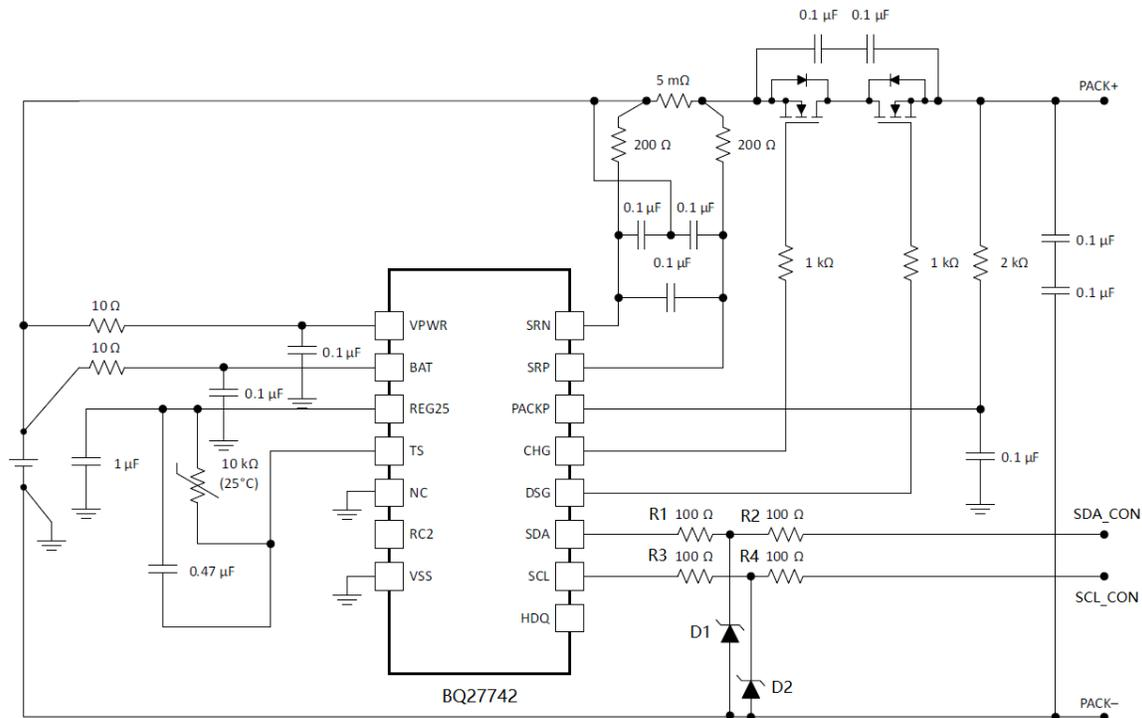
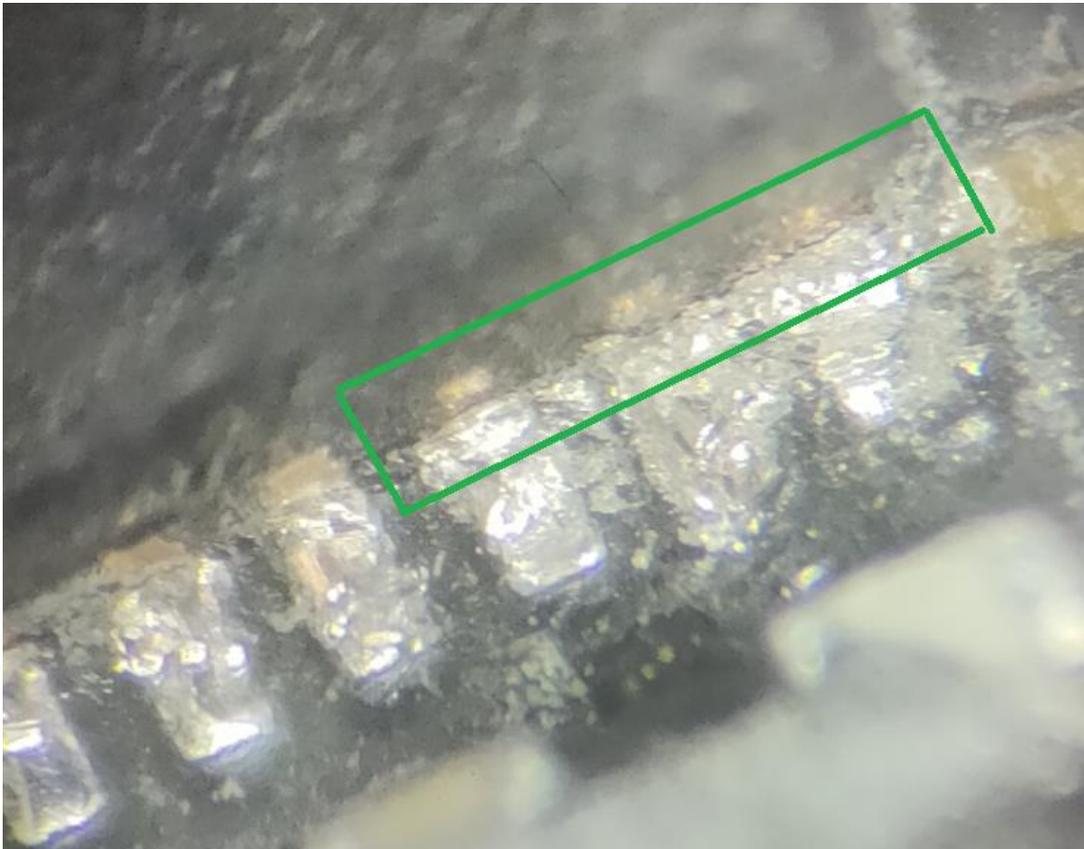

图 1: BQ27742 电路图
图 2: 芯片的管脚和 PCB 板的焊盘存在裂缝
(2) 确认 LDO 电压正常后，然后需要排查 SDA 和 SCL 通路上的硬件是否存在问题。电量计通讯异常，经常是这一部分通路出了问题。以图 1 为例，可能出问题的地方包括：
①, R2 和 R4 如果选用的封装比较小，如 0201，有可能会被 ESD 打坏。表现的症状是开路或者阻抗异常变大。
- ②, D1 和 D2 被 ESD 打坏。表现的症状是 D1 或 D2 对地短路或对地阻抗异常。
- ③, 焊接问题导致的异常。
(3) 根据上面的分析, 在电池包没有与主机连接时, 可以用万用表测量相应的阻抗来判断出现硬件异常的地方:
- ①, 测量 SDA\_CON、SCL\_CON 端分别对地的阻抗。根据经验, 正常值应该是几百 k, 甚至上兆欧。如果与良品对比阻抗偏小, 那可能是 D1, 或 D2, 或芯片 SCL 管脚, 或 SDA 管脚有硬件损坏。
- ②, 测量 SDA\_CON 与 SCL\_CON 之间的阻抗。如果与良品对比阻抗偏小, 那可能是 SDA 和 SCL 通路之间存在短路或漏电的情况。
- ③, 测量 SDA\_CON 与 SDA 管脚之间的阻抗, SCL\_CON 与 SCL 管脚之间的阻抗。以图 1 为例, 如果阻抗明显比 200 欧大, 那可能是电阻虚焊, 或者电阻被损坏。这里有一点建议, 万用表的表笔需要点在芯片的管脚上, 而不是 PCB 板的焊盘上。笔者曾经遇到过芯片的管脚和 PCB 板的焊盘之间存在虚焊或者裂缝的情况, 如图 2 所示。如果万用表的表笔是点在 PCB 板的焊盘上, 则会漏掉这种硬件异常, 从而把分析问题带到错误的方向。